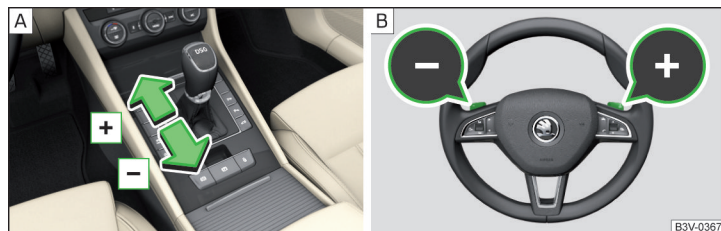

Fig. 160 Maneta selectorului de viteze/volanul multifuncțional
- Pentru **schimbare în sus**, apăsați scurt maneta selectorului spre înainte  sau trageți scurt comutatorul basculant  spre volan » fig. 160.
- Pentru **schimbare în jos**, apăsați scurt maneta selectorului spre înapoi  sau trageți scurt comutatorul basculant  spre volan » fig. 160.
- Pentru **comutare** trageți scurt unul din comutatoarele basculante /  spre volan » fig. 160.